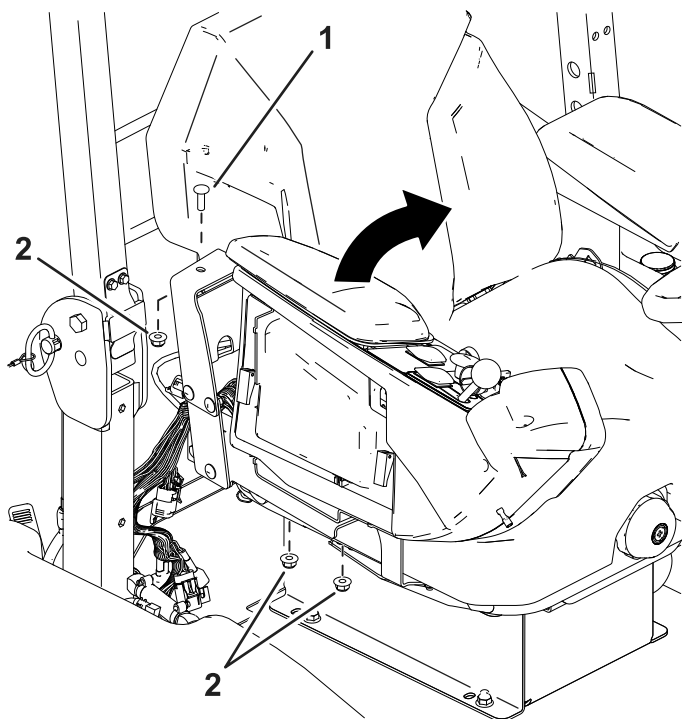

Рисунок 5
7. Отверните болты и гайки с правого подлокотника и поверните его в среднее положение (Рисунок 5).